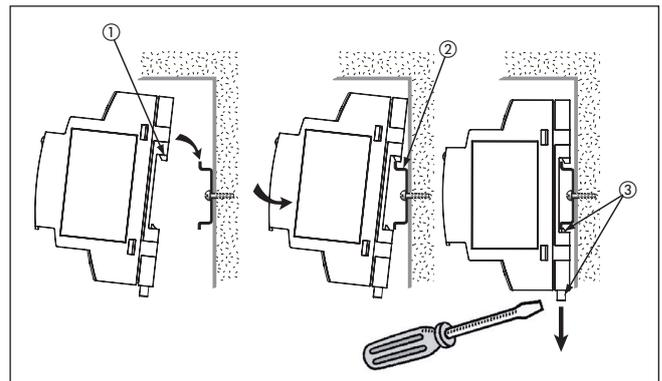

Abb. 2: Montage und Demontage auf symmetrischer Hutschiene nach DIN EN 50022
Das Gerät ist auf Normprofilschiene DIN EN 50022 – 35x7,5 und DIN EN 50022 – 35x15 aufschnappbar. Zum Aufschnappen das Gerät mit der Nase ① in die Hutschiene ② einhängen und andrücken, bis die Feder ③ einrastet (siehe Abb. 2). Zur Demontage von der Hutschiene mit Schraubendreher die Feder ③ in Pfeilrichtung lösen und Gerät abnehmen.